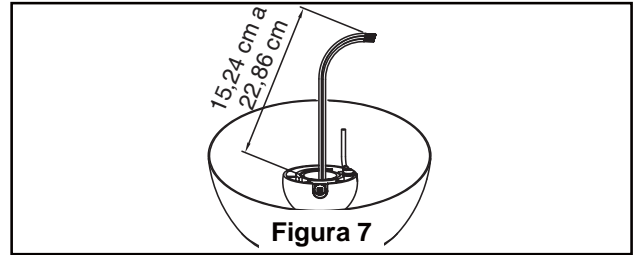

Figura 7
7. Corte el exceso de cable aproximadamente de 15 a 23 cm (6 a 9 pulgadas) por encima de la parte superior del barral. Pele 1,2 cm (½") del aislamiento en cada extremo del cable. (Figura 7)